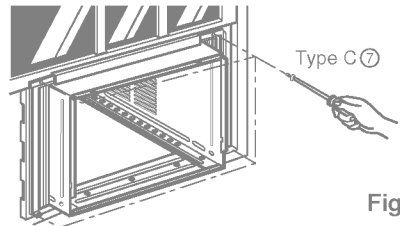

Fig. 6
- Fixez le boîtier au rebord de fenêtre à l'aide de vis de type B ⑥ (16 mm [5/5"] de long) passant à travers de l'angle avant du boîtier et se logeant dans le rebord de fenêtre.
- Tirez chaque volet d'étanchéité ① entièrement contre chaque coulisse de châssis et répétez l'étape 2.
- Fixez chaque volet d'étanchéité ① à la coulisse de châssis à l'aide de vis de type C ⑦. (Voyez la fig. 6.)